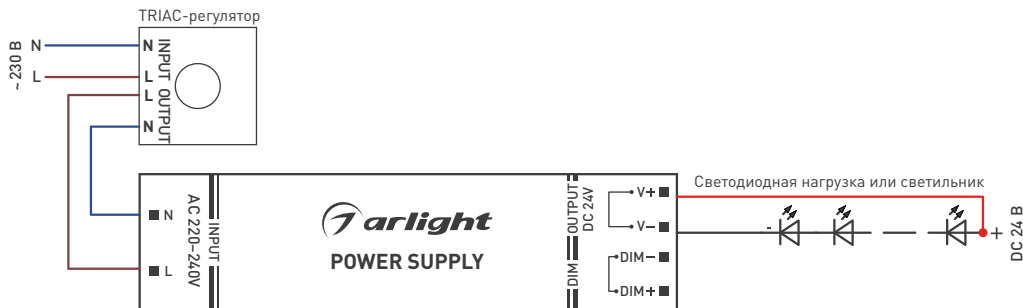

Рис. 1. Пример подключения источника питания с TRIAC-регулятором
- 3.6. Подключите провода обесточенной электросети или TRIAC-регулятора к входным клеммам источника питания со стороны **INPUT** (L — фазовая клемма, N — нулевая клемма) согласно схеме, поставяемой с TRIAC-регулятором (пример подключения приведен на рис. 1).